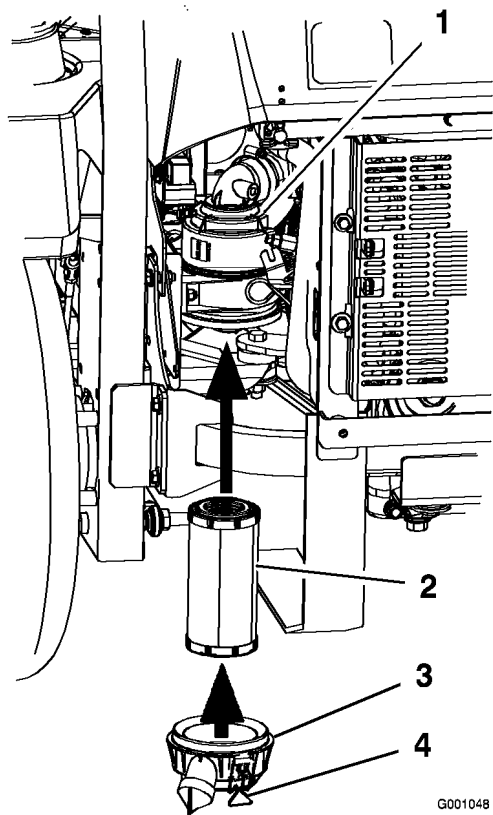

Bild 34
2. Schieben Sie den Filter vorsichtig in das Gehäuse (Bild 34). Stellen Sie sicher, dass dieser einwandfrei einliegt, indem Sie beim Einbauen auf den äußeren Rand des Filters drücken.
3. Bringen Sie die Luftfilterabdeckung an und befestigen Sie die Riegel (Bild 34).